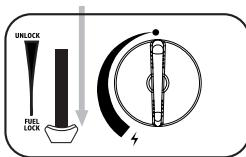
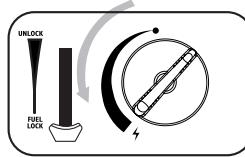

fig. 3
fig. 4
- Premere la leva della cartuccia (6) verso il basso (fig. 3) e chiudere il coperchio della cartuccia.
- Se si sente un "sibilo", la cartuccia non è stata inserita correttamente. Non tentare di accendere l'apparecchio, ma spostare la leva (6) in posizione "UNLOCK" e ripetere i passaggi (1-4).
- Ruotare completamente la manopola (8) in posizione di accensione fino allo scatto. (fig. 4) Ripetere l'operazione fino all'accensione del bruciatore.